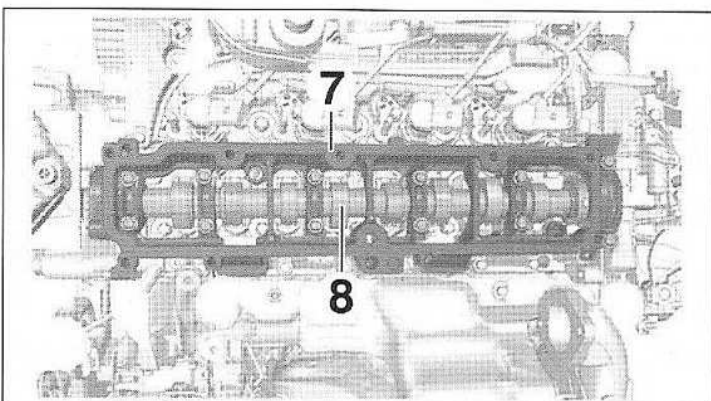

FIG.104
- Déposer (Fig.104) :
- la partie supérieure (7) du carter-paliers d'arbre à cames,
- l'arbre à cames (8).